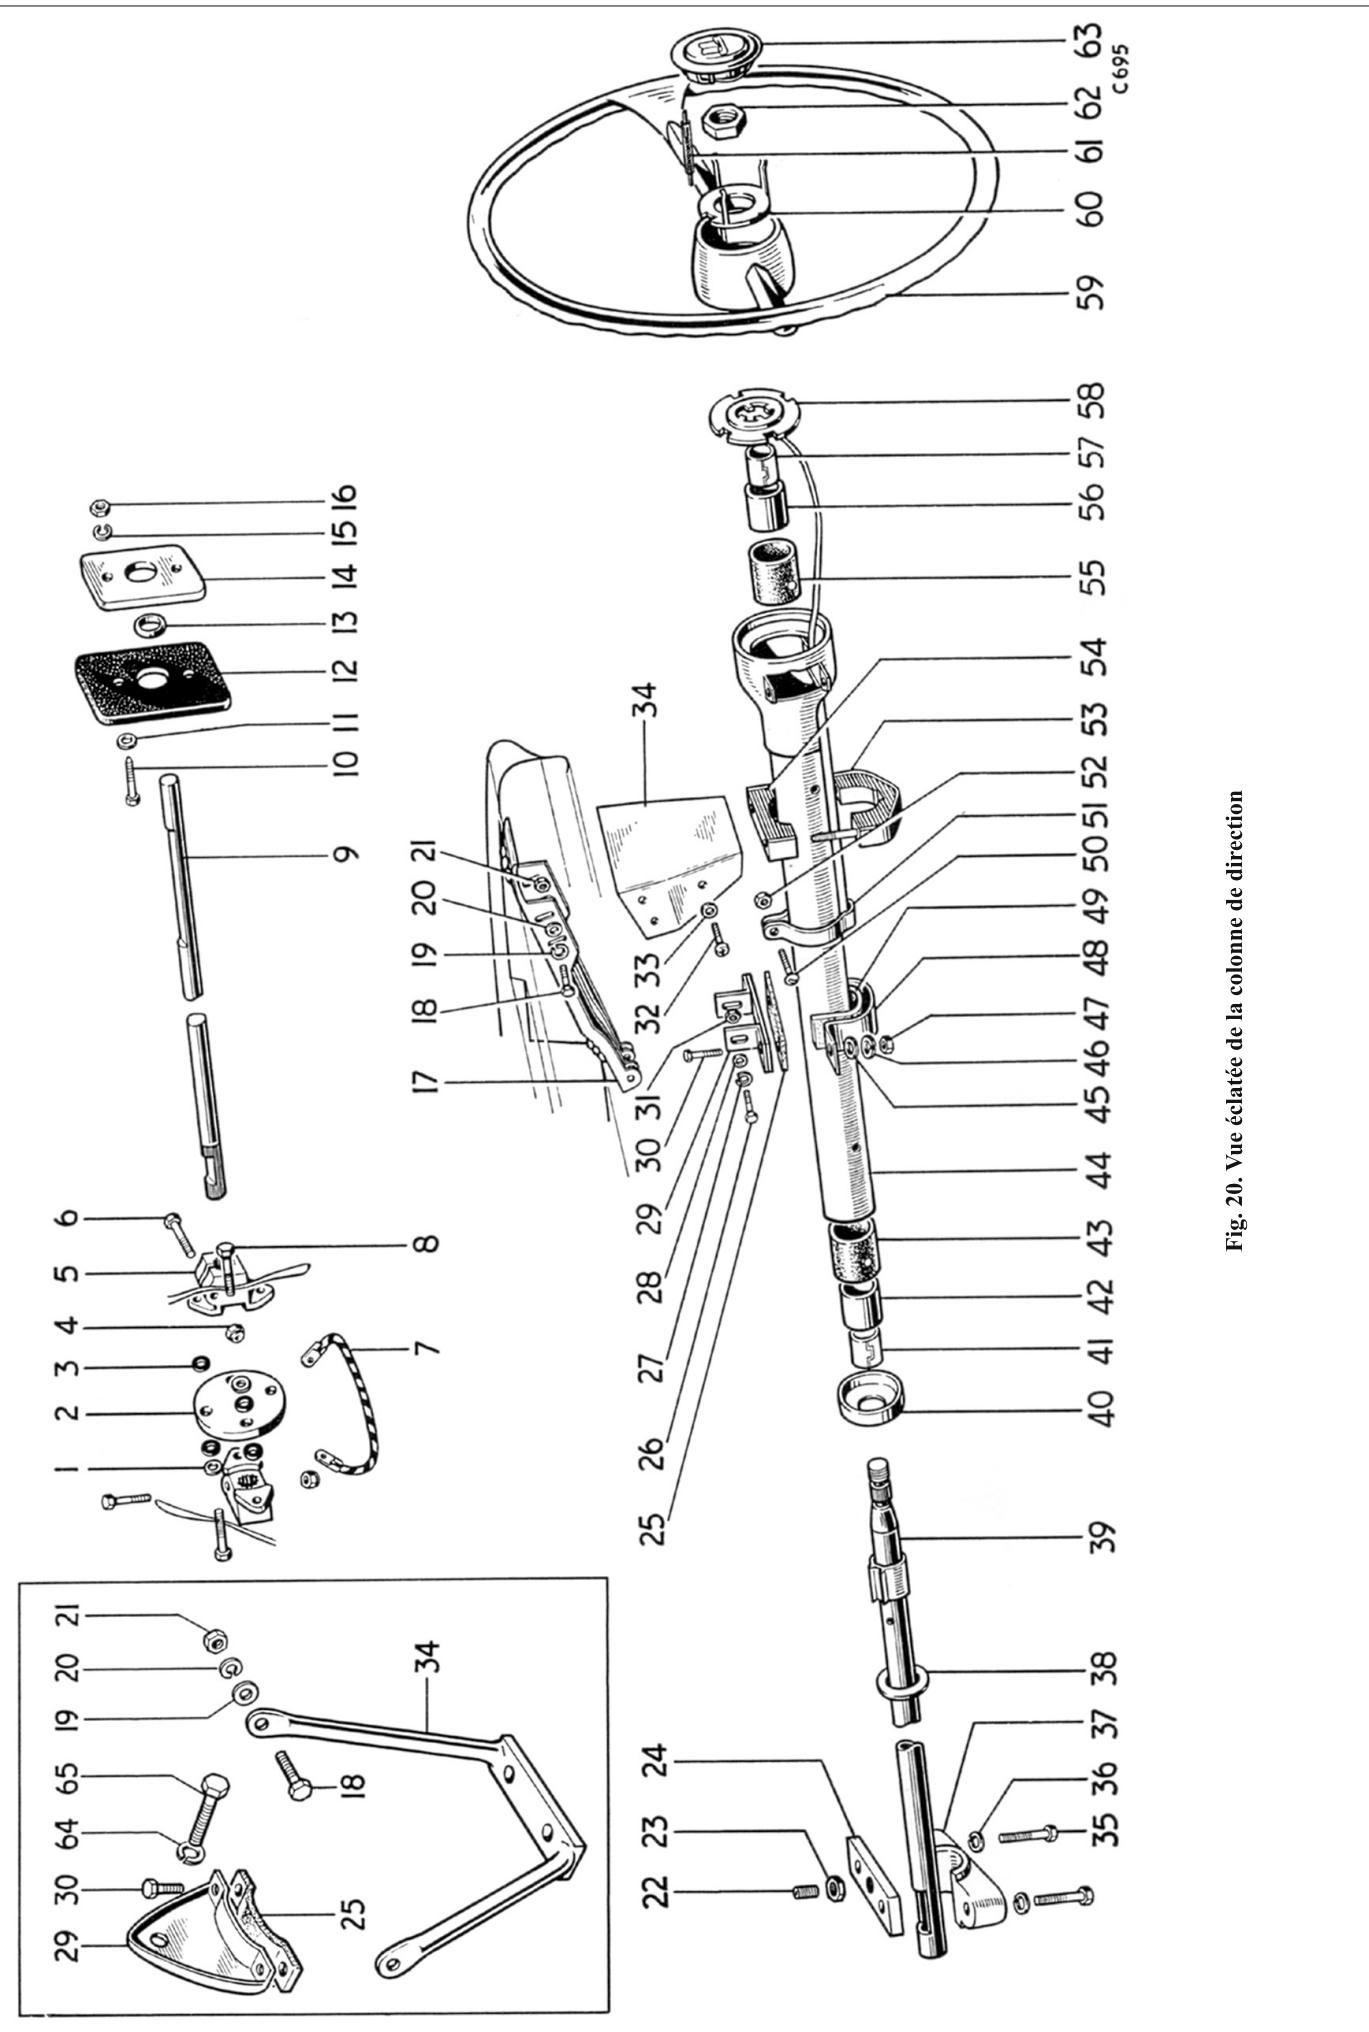

Fig. 20. Vue éclatée de la colonne de direction
Légende de la Fig. 20
3. En se référant aux figures 20 et 23, enlever le collier inférieur (48) de la colonne et la partie inférieure du collier supérieur (53).